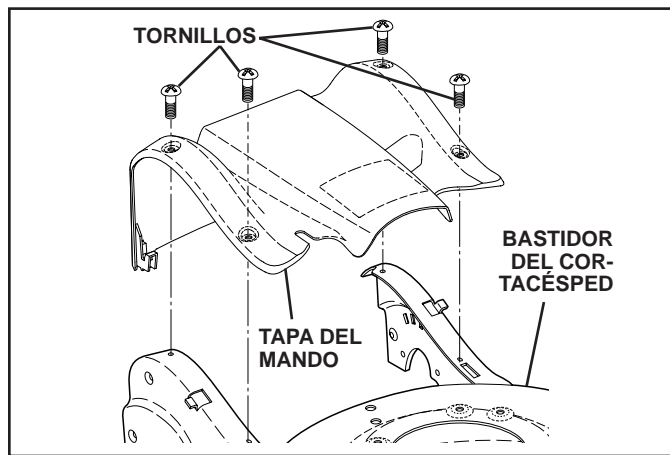

FIG. 16
PARA REMOVER LA CORREA DE IMPULSIÓN (Vea la Figs. 16–19)
2. Quitar los tornillos que sujetan la tapa del mando y quitar la tapa del mando del bastidor del cortacésped (Vea Fig. 16).
PARA CAMBIAR LA CORREA DE IMPULSIÓN (Vea la Figs. 16–19)
- Volver a colocar la tapa del mando con los tornillos precedentemente quitados (Vea Fig. 16).